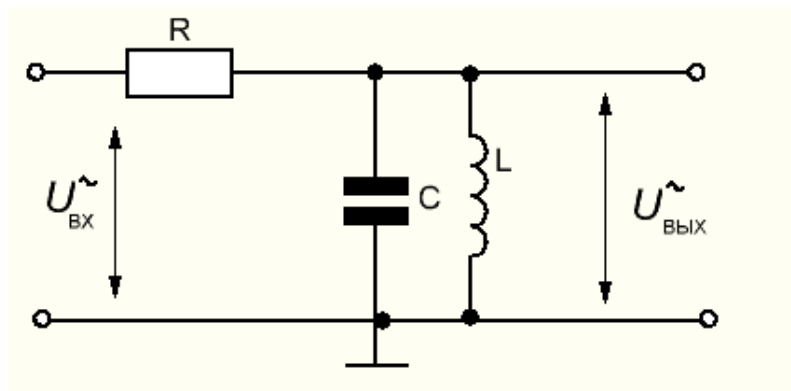

Рис. 2.15
- Соберите цепь для режекторного фильтра (параллельного колебательного контура), представленную на рис. 2.15. $R = 1 \text{ кОм}$, $C = 0,1 \text{ мкФ}$, $L = 100 \text{ мГн}$. Первый канал осциллографа подключается для измерения входного напряжения, второй канал подключается для измерения выходного сигнала.